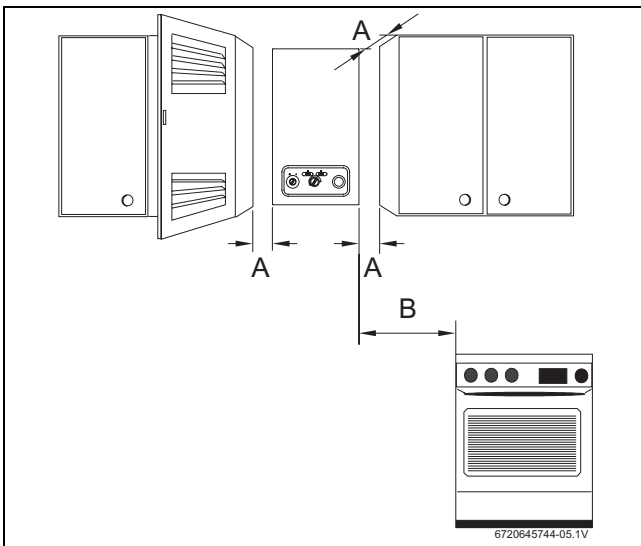

Fig. 20 Distances minimales
- ▶ Respecter les prescriptions minimales d'installations indiquées à la Fig. 20.
- ▶ Faciliter l'accès pour les travaux de maintenance en respectant les distances minimales indiquées à la Fig. 20.